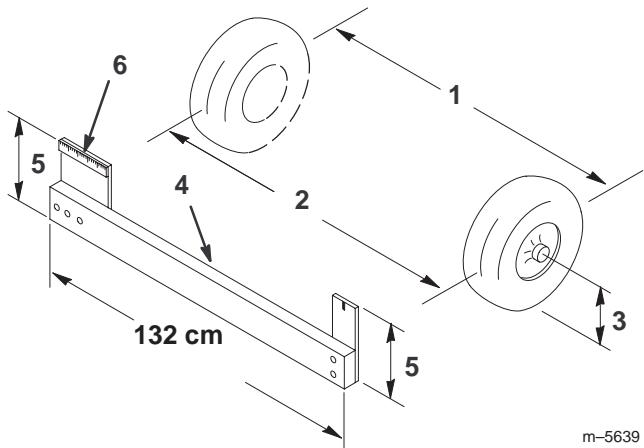

Bild 35
2. Messen Sie den Abstand zwischen beiden Vorderreifen auf Achshohe (an der Vorder- und Ruckseite der Vorderreifen) (Bild 35). Eine Messlehre wird fur das hintere Ma der Vorderreifen auf Achshohe erforderlich. Benutzen Sie das gleiche Ma fur das genaue Vermessen der Vorderseite der Vorderreifen auf Achshohe (Bild 35).